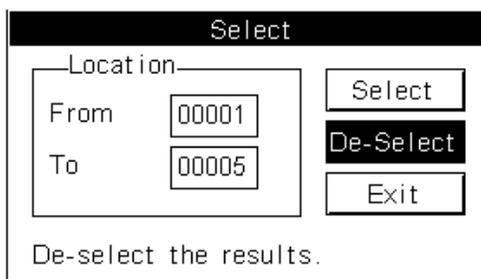

Рисунок 7-33 Отменить выбор результатов от 1го до 5го
2. Нажмите “De-select”(отменить выбор) и в нижнем левом углу меню “Select” высветится “De-select the results”(отменить выбор результатов), как показано на рис. 7-33;